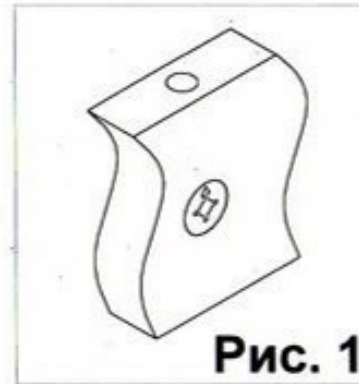
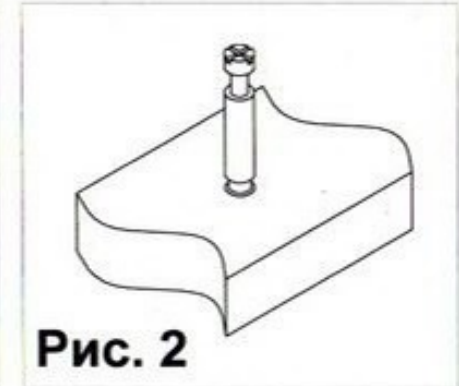

Рис. 1
Рис. 2
**12** - номер детали; (2) - используемая фурнитура.
1. Прибить подпятники (14) к деталям 4, 9 и 8 при помощи гвоздей. Закрутить дюбель (4) в муфты на деталях 2, 3, 8 (см. рис.2). Вставить стяжки-растекс (3) в детали 1, 5, 9 (см.рис.1). Забить шканты (1) в детали 1, 5, 7, 3,9. Прикрутить направляющие (7) к боковинам 1 и 5 саморезами (5). Соединить боковины 1 и 5 с полкой 2. Фиксацию стяжек растекс (3) произвести путем поворота их по часовой стрелке. К полке 2 прикрутить опоры (16) саморезами (19). Присоединить к боковине 5 царгу 6 евроинтами (2). Установить полку 3 на боковины 1 и 5. Крепление произвести при помощи стяжек-растекс (3). Шкант (9) забить так, чтобы выступающая часть шканта составила примерно 20 мм. Присоединить к детали 4 полку 3 и царгу 6 евроинтами (2). Забить шканты (1) в деталь 7 и соединить ее с полкой 3. Вставить заглушку (18) в полку 3.
Взять стенку заднюю выдвижного ящика и забить в соответствующие отверстия шканты (1). Соединить боковины ящика с задней стенкой. Фиксацию производить при помощи евроинтов (6). Далее положить каркас ящика на заднюю стенку и забить шканты (1) в соответствующие торцевые отверстия на боковинах ящика, и вставить стяжки-растекс (15) (см.рис.1). После этого вставить дно ящика в пазы на каркасе ящика, таким образом, чтобы дно ящика вошло в паз на стенке задней ящика. Далее закрутить в переднюю панель ящика в имеющиеся муфты дюбеля стяжек-растекс (4). Соединить переднюю панель ящика с каркасом. Фиксацию произвести путем поворота стяжки (15) по часовой стрелки. Затем вставить ящик в каркас стола и прикрутить боковины ящиков к направляющим. Далее к передней панели прикрепить ручку (12) Аналогичным образом собрать остальные ящики.